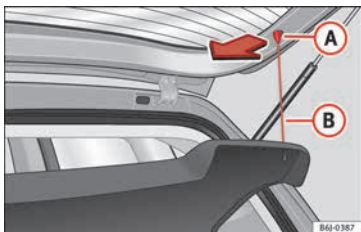

Abb. 159 Hutablage
- Hängen Sie die Streben »» Abb. 159 (B) aus den Aufnahmen aus (A).